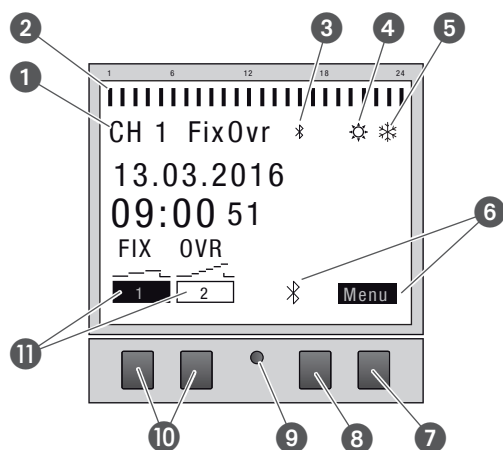

Abb. 2: Displayaufbau
- ② Programmierte Schaltzeiten
- ③ Bluetooth
- ④ Sommerzeit
- ⑤ Winterzeit
- ⑥ Funktionsanzeigen der rechten Tasten
- ⑦ Menü-Taste
- ⑧ Bluetooth-Taste
- ⑨ Reset-Taste
- ⑩ Linke Tasten
- ⑪ Funktionsanzeigen der linken Tasten
Funktionsanzeigen der beiden rechten Tasten (Abb. 2/⑦ + ⑧)
Funktionsanzeigen der beiden linken Tasten (Abb. 2/10)
Die Menüstruktur erscheint auf dem Display nach Betätigung der Menü-Taste (Abb. 2/7).